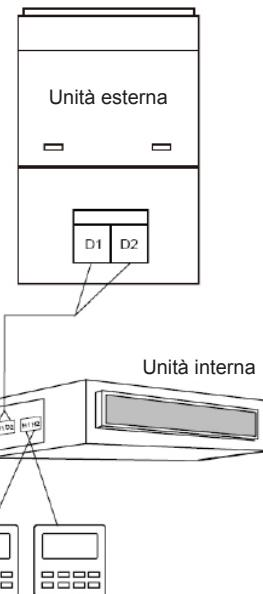

Fig. 5.4 Due comandi a filo controllano un'unica unità interna
- (3) Quando due comandi a filo controllano diverse unità interne, essi possono collegarsi a qualsiasi unità interna appartenente alla stessa serie. Gli indirizzi dei due comandi a filo dovranno essere diversi. Si veda il paragrafo 5.2.3 Impostazione dei parametri. Le unità interne controllate dal comando non possono essere più di 16 e devono far parte della stessa rete. Mediante il telecomando bisogna impostare la quantità di unità interne da controllare. Si veda il paragrafo 5.2.3 Impostazione dei parametri.
- (4) Quando uno (o due) comandi controllano diverse unità interne contemporaneamente, le unità devono essere impostate allo stesso modo.
- (5) Il tipo di collegamento tra il comando e la rete dell'unità interna deve essere del tipo di uno dei collegamenti mostrati nelle figure 5.3-5.6. Per il collegamento mostrato nelle figure 5.4 e 5.6 deve esserci solo un comando master (indirizzo 01) e un comando slave (indirizzo 02). La quantità di comandi a filo non può essere maggiore di due.